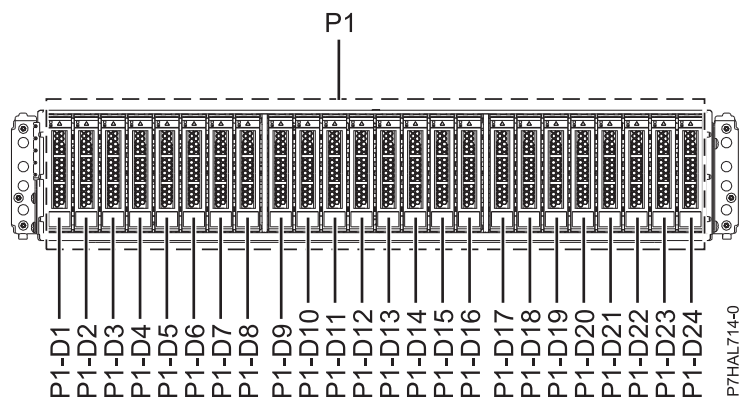
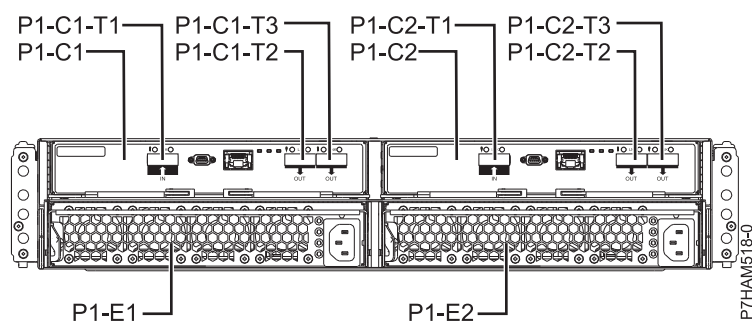

Figura 15. Vista anterior do 5887 suporte de unidades de disco mostrando a localização das unidades de disco
Figura 16. Vista posterior da 5887 suporte de unidades de disco
1. Identifique o componente e o suporte aos quais pretende prestar assistência. As ranhuras de unidades de disco e unidades de disco de segunda geração estão localizadas na parte anterior do suporte. A Figura 15 e a Figura 16 apresentam a vista anterior e vista posterior do suporte e as localizações de unidades de disco no suporte.